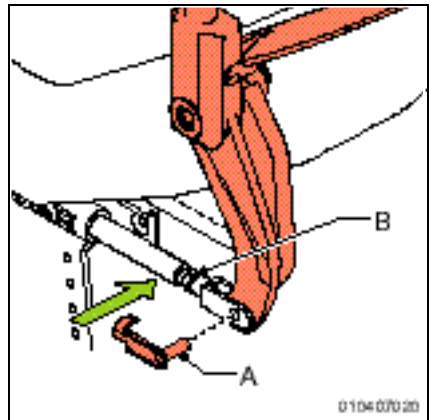

Figure 33
1. Faites basculer la goupille de sécurité (A) pour la libérer de la tringle de réglage (B) (fig. 33).